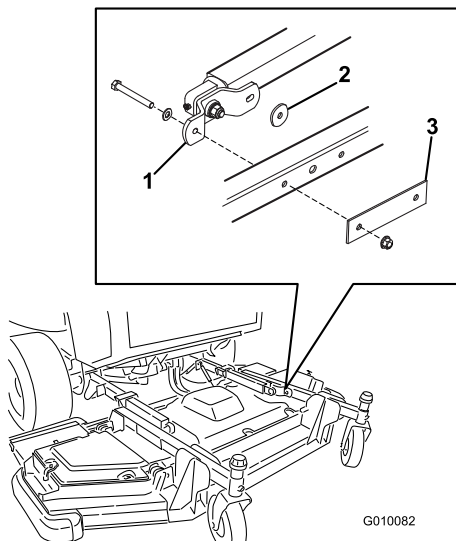

Bild 4
8. Nehmen Sie die Kopfschrauben, Flachscheiben, die Platte und Sicherungsmuttern ab, mit denen die Hubarmstütznaben am Mähwerk befestigt sind (Bild 4). Entfernen Sie die Druckscheibe zwischen dem Hubarm und dem hinteren, geschlitzten Loch in der Stütznahe.
2. Richten Sie das Mähwerk mit den Hubarmen aus (Bild 4).
5. Drücken Sie den Hubarm nach unten, bis die Stütznahe mit dem Mähwerk ausgefluchtet ist. Stellen Sie sicher, dass das geschlitzte Loch in der Stütznahe hinten am Mähwerk ist (Bild 4).
7. Setzen Sie die Druckscheibe zwischen den Hubarm und dem hinteren, geschlitzten Loch in der Stütznahe (Bild 4).